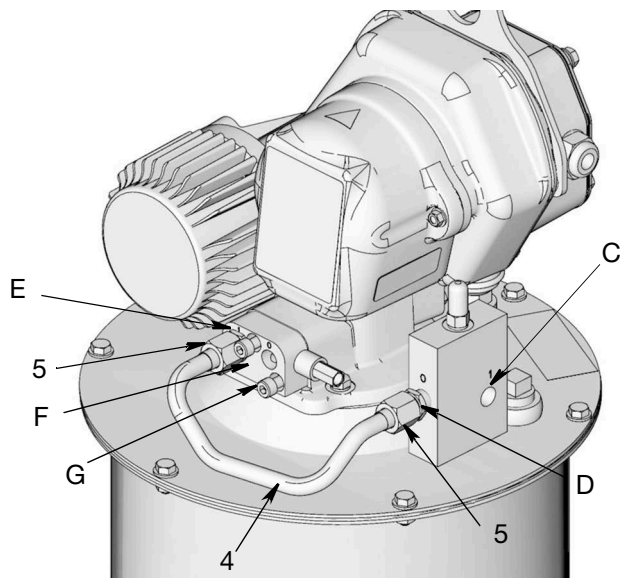
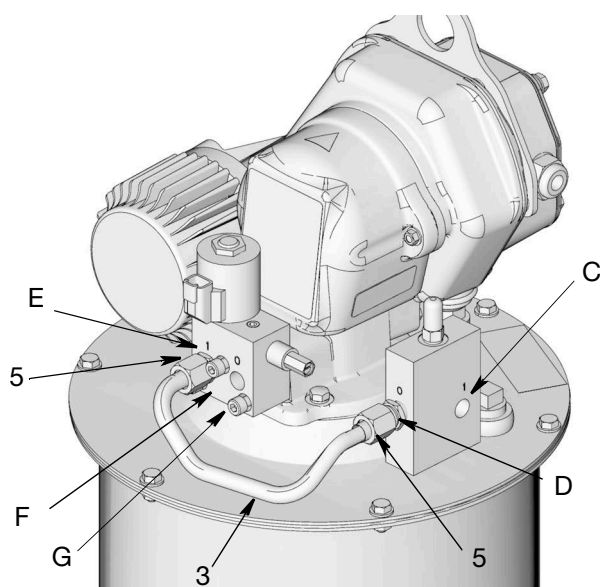

Рис. 15
Рис. 16
- Подающая трубка (4) (с алюминиевой биркой 16V750) и два соединительных фитинга (5) предназначены для монтажа коллектора. Подающую трубку (3) можно выбросить. Для монтажа коллектора она не применяется.
- a. Установите соединительные фитинги (5) на впуск распределительного блока (E) и выпуск устройства защиты от переполнения (D). Надежно затяните все фитинги (5).
- b. Один конец подающей трубки (4) сначала вставьте во впуск распределительного блока (E), затем другой конец вставьте в выпуск устройства защиты от переполнения (D), как показано на Рис. 15.
- Подающая трубка (3) (с алюминиевой биркой 16X381) и два соединительных фитинга (5) предназначены для монтажа воздуховыпускного клапана. Подающую трубку (4) можно выбросить. Для монтажа воздуховыпускного клапана она не применяется.
- Установите соединительные фитинги (5) на выпуск устройства защиты от переполнения (D) и впуск воздуховыпускного клапана (E).
- Вставьте сначала один конец подающей трубки (3) во впускной патрубок воздуховыпускного клапана (E). Затем другой конец подающей трубки вставьте в выпускной патрубок устройства защиты от переполнения (D), как показано на Рис. 16.
- Установите шланг подачи смазочного материала (L) (предоставляется пользователем) между впускным патрубком устройства защиты от переполнения (C) (Рис. 15 или Рис. 16) и насосом станции дистанционного заполнения (K).
- Клапан сброса давления (G) и переливная емкость (H) для сбора жидкости, выходящей при сбросе давления, **следует** устанавливать в легко доступном месте между насосом станции дистанционного заполнения (K) и устройством защиты от переполнения (1).